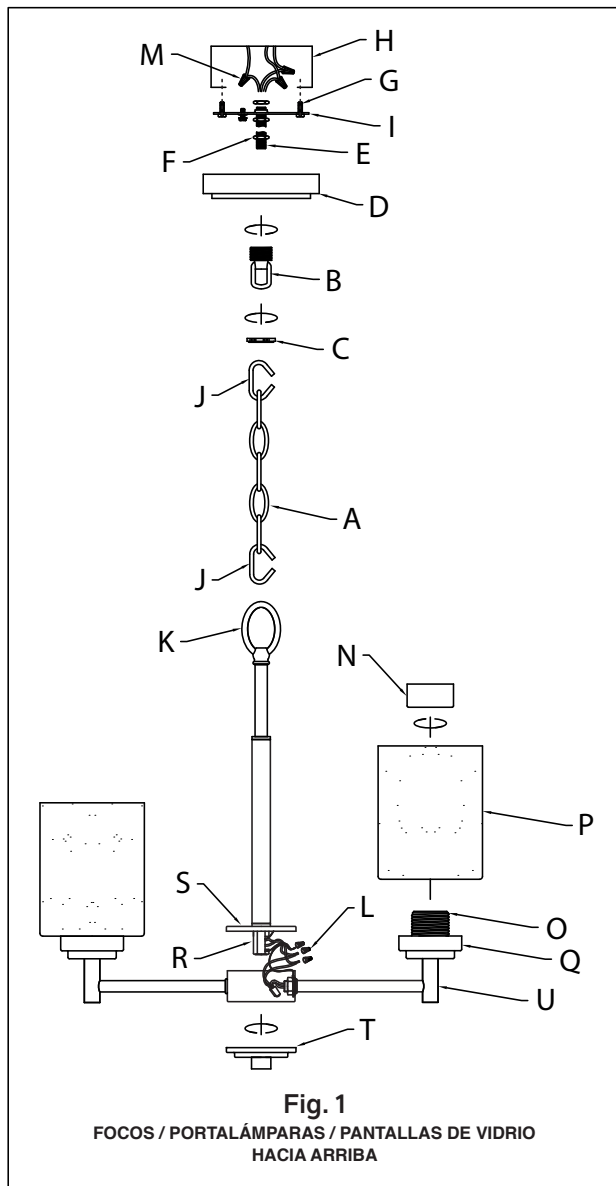
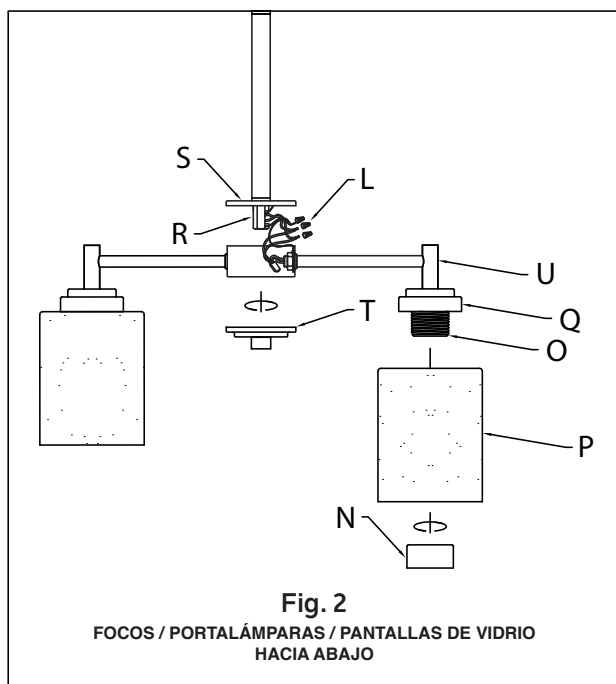

Fig. 1
Fig. 2
NOTE: This fixture can be installed with the bulbs facing up (Fig. 1) or down (Fig. 2).
- NOTE:** Determine if main body [U] will be installed with the sockets [O] facing up (Fig. 1) or down (Fig. 2).
REMARQUE : Ce luminaire peut être installées avec les ampoules installées vers le haut (Fig. 1) ou vers le bas (Fig. 2).
12. **REMARQUE :** Déterminer si le corps principal [U] doit être installé avec les douilles [O] vers le haut (Fig. 1) ou vers le bas (Fig. 2).
NOTA: Este artefacto puede instalarse con los focos hacia arriba (Fig. 1) o hacia abajo (Fig. 2).
13. **NOTA:** Determine si el cuerpo principal[U] se instalará con los portalámparas[O] hacia arriba (Fig. 1) o hacia abajo (Fig. 2).